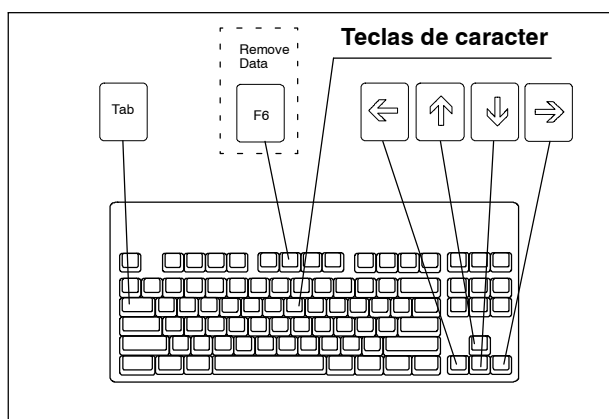
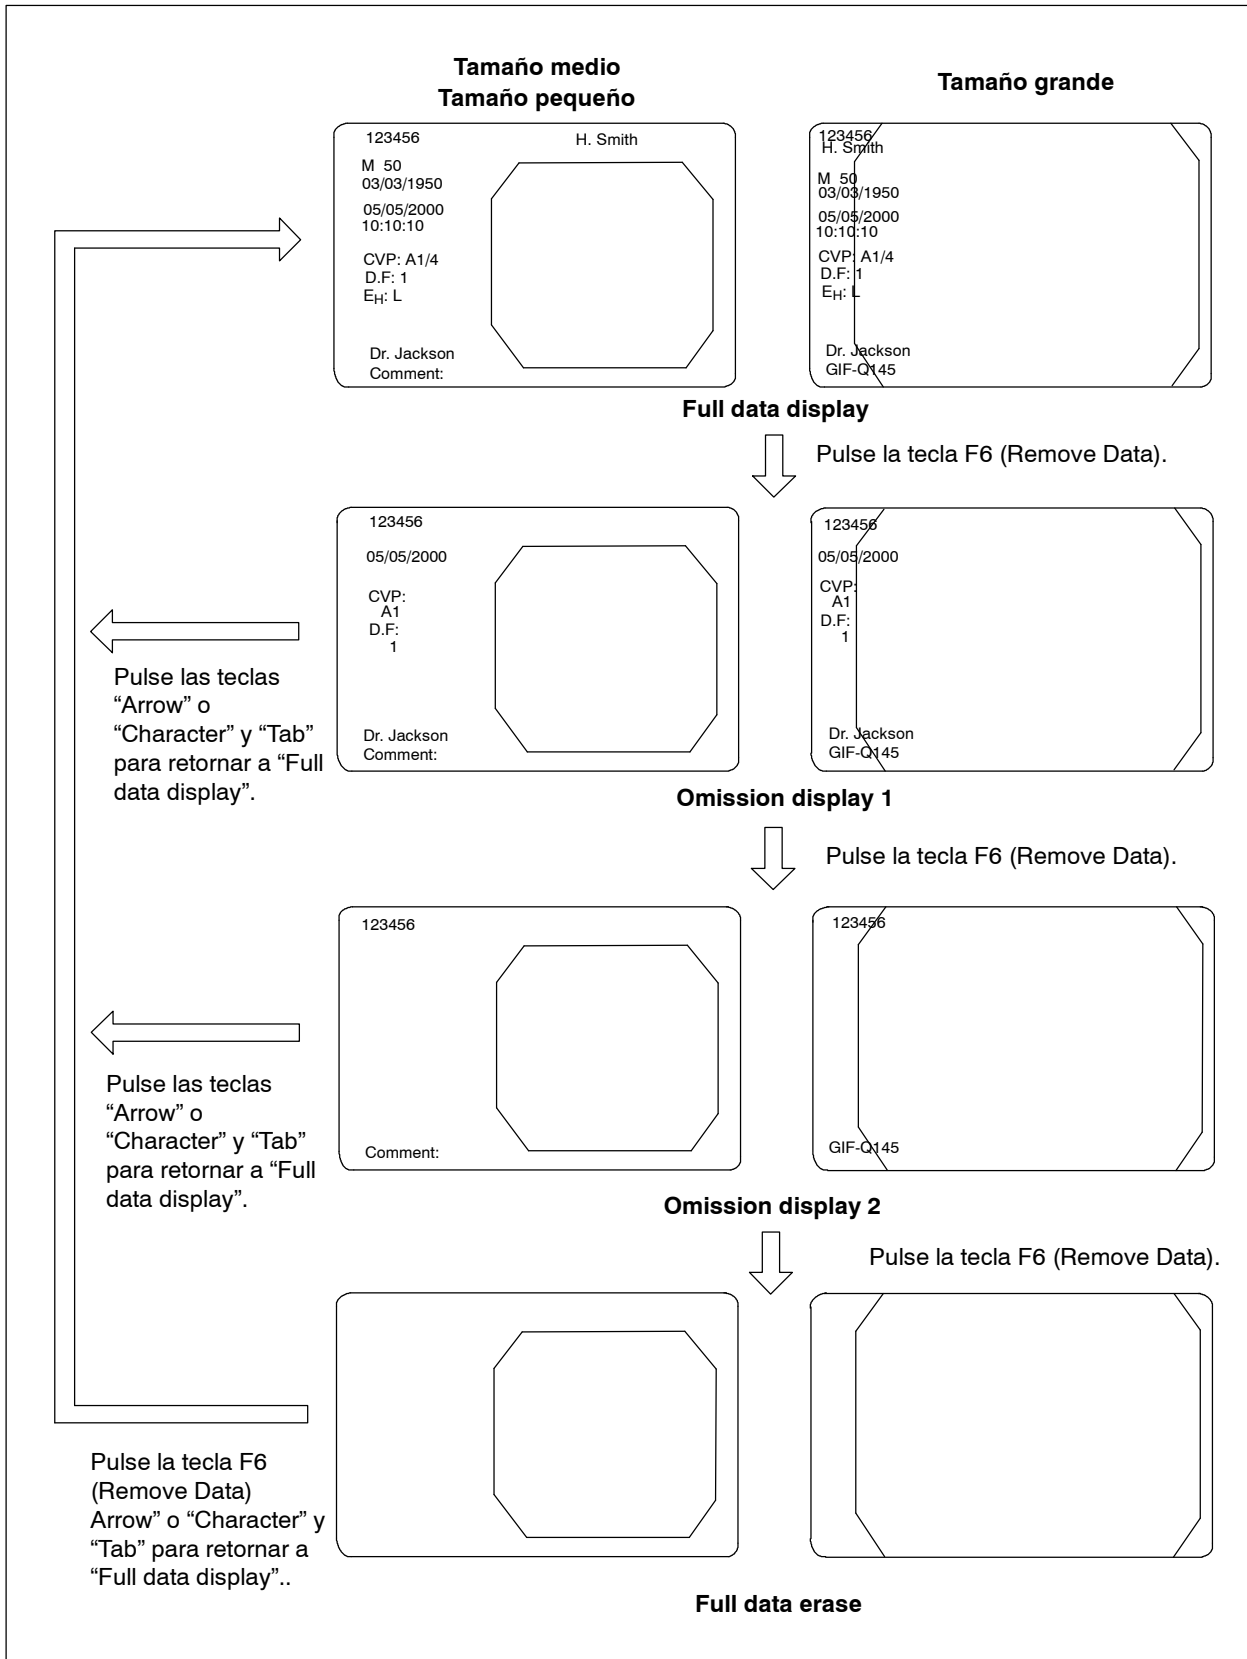

Figura 6.53
Figura 6.54
1. Pulse la tecla F6 (Remove Data) en el teclado (ver figura 6.53). La presentación de datos del paciente se modificará como se muestra en la figura 6.54.
2. Si, cuando en la pantalla aparece la representación “Omission display 1”, “Omission display 2” o “Full data erase”, pulsa simultáneamente una de las teclas de los cursores o una tecla de carácter y la tecla “Tab”, retornará a la presentación de todos los datos, “Full data display” (ver figura 6.53).
- Dependiendo del tipo de endoscopio que haya conectado al procesador de video podrá variar el tamaño de la imagen endoscópica y la división de la pantalla como se muestra en la figura 6.54.